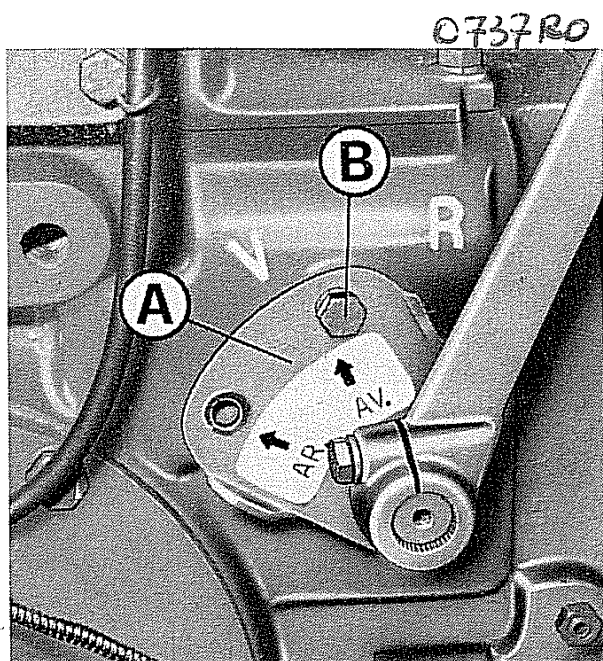

Fig. 2 - Disposizione piastra
- La piastra **A** (fig. 2) deve trovarsi avvitata tramite la vite **B**, nella posizione « **AV** » (avanti), vedi fig. 2.
Predisporre i dispositivi A e C (fig. 2 e 3) nel seguente modo: